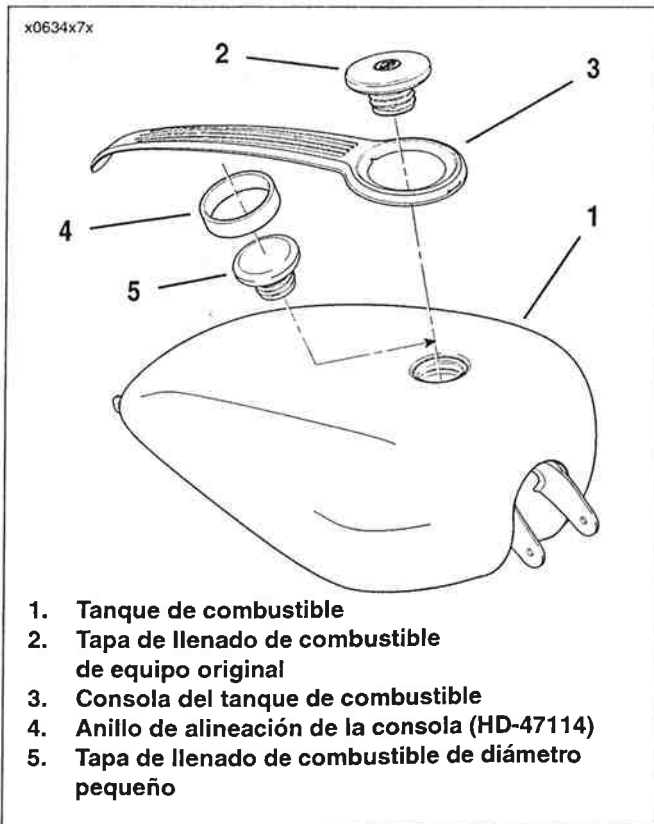

Figura 4-15. Reemplazo de la consola
3. Vea la Figura 4-15. Quite la tapa original de llenado de combustible (2) del tanque de combustible (1) y póngala a un lado. Obtenga una tapa de llenado Harley-Davidson de diámetro pequeño (5) y enrósquela en la apertura de llenado de combustible.